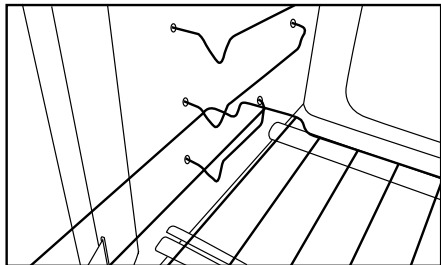

Abb. 3
3. Sobald der Rost PUNKT A passiert hat, senken Sie ihn horizontal ab. Der Rost gleitet an seine Position (Abb. 3 und 4).